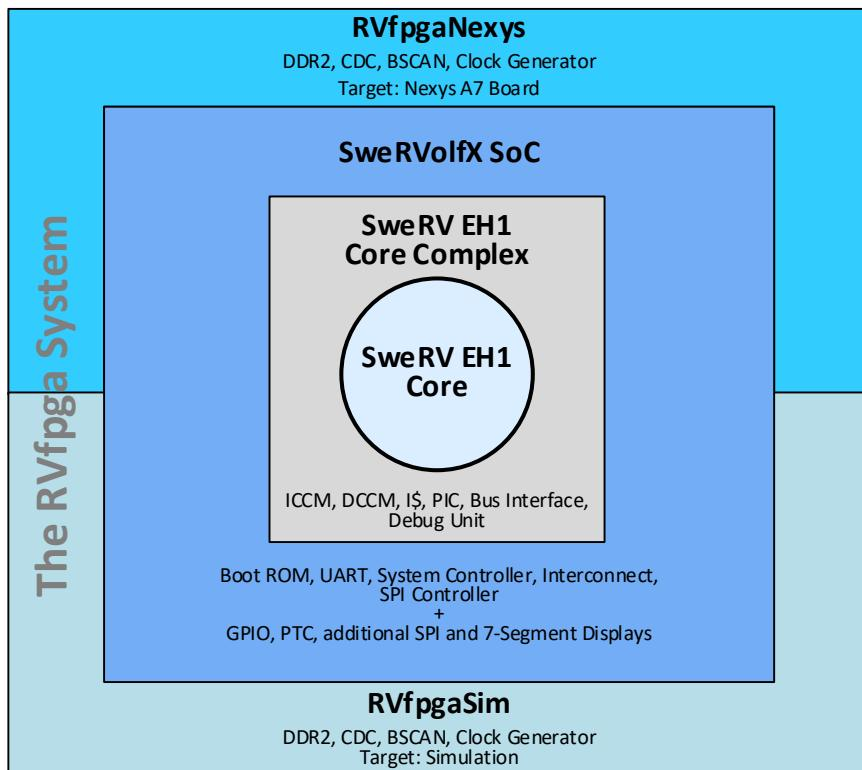

图1. RVfpga系统层级
- 在说明RVfpga系统的GSG中新增了图1和表1
- (1) **示例：**使用本指南时将运行的示例程序
- (2) **src：**包含**RVfpga**系统的源代码（Verilog和SystemVerilog）（参见下面的图1）
- (3) **verilatorSIM：**包含用于在Verilator中运行**RVfpgaSim**仿真的脚本
- (4) **driversLinux_NexysA7：**包含Nexys A7 FPGA开发板的Linux驱动程序
- (5) **实验：**包含**RVfpga**实验1-20期间将使用的程序、文档、图表、说明、任务、练习和解答。
第3部分简要介绍RISC-V计算机架构。第4部分介绍RVfpga系统（第4.A – 4.C部分）和构成系统的Verilog文件的组织结构（第4.D部分）。RVfpga系统是基于SweRVolf SoC（<https://github.com/chipsalliance/Cores-SweRVolf>），同时后者又使用Western Digital（WD）的开源RISC-V SweRV EH1内核（<https://github.com/chipsalliance/Cores-SweRV>）。图1和表1说明RVfpga系统的层级结构（从SweRV EH1内核开始，一直到RVfpgaNexys和RVfpgaSim）。